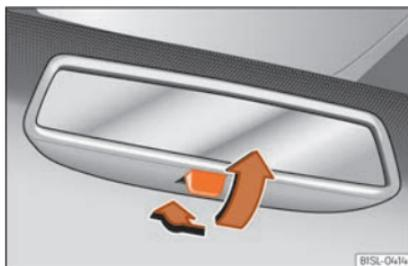

Fig. 150 Retrovisor com antiencandeamento manual.
- Para evitar o encandeamento, puxe o manípulo para trás »» **Fig. 150.**